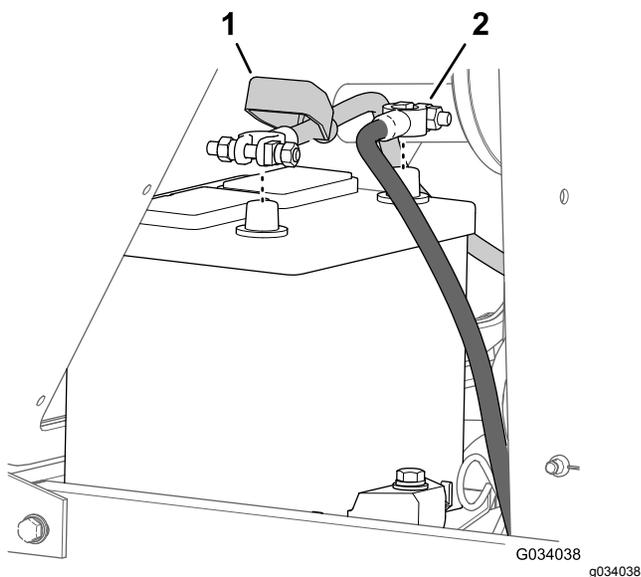

図 53
2. バッテリー端子から、マイナス-ケーブルを外す 図 53。
3. バッテリー端子部から絶縁ゴムカバーを外す 図 53。
4. バッテリー端子から、プラス+ケーブルを外す 図 53。
7. バッテリーのプラス端子にプラス+ケーブルを接続する 図 53。
8. バッテリーのマイナス端子にマイナス=ケーブルを接続する 図 53。